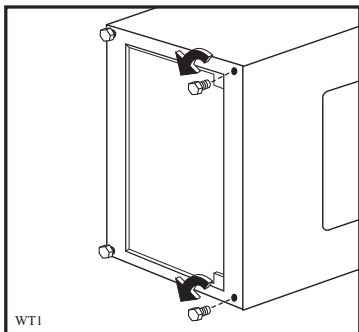
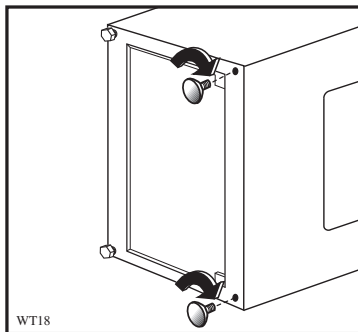

Fig 1
Fig 1a
- Fjern de forreste fødder (fig. 1) og udskift dem med gummifødderne (fig. 1a).